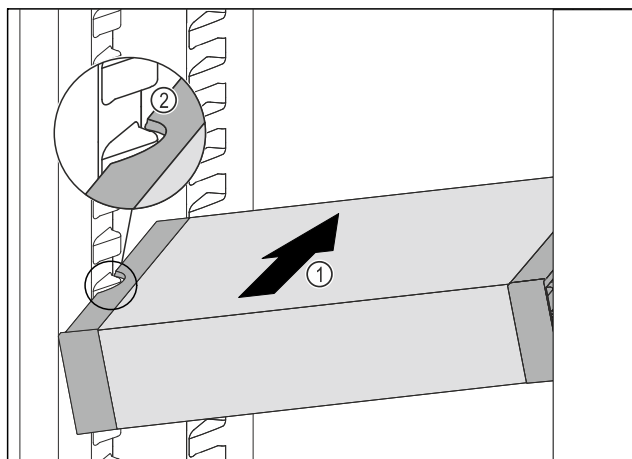

Fig. 114
- VarioSafe schräg in das Kühlteil einschieben Fig. 114 (1), bis sich die seitlichen Aussparungen Fig. 114 (2) des VarioSafes auf Höhe der Behälterrippe im Kühlteil befinden.